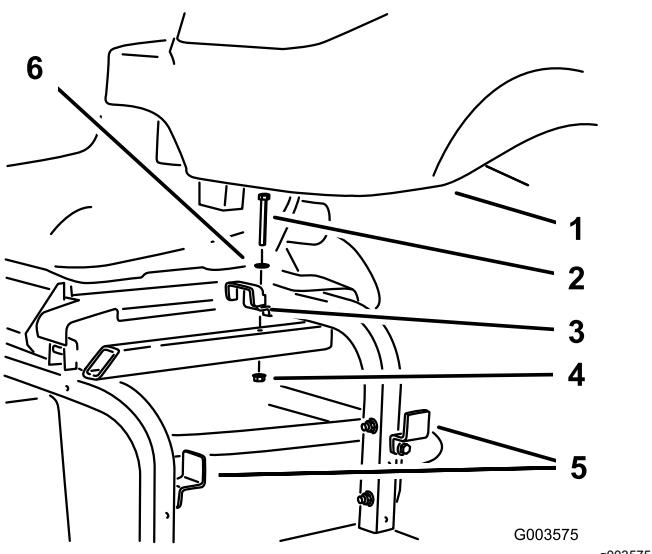

Figura 23
2. Montate il serbatoio idraulico sul telaio e fissatelo con le 3 staffe rimosse in precedenza e allentate (Figura 23).